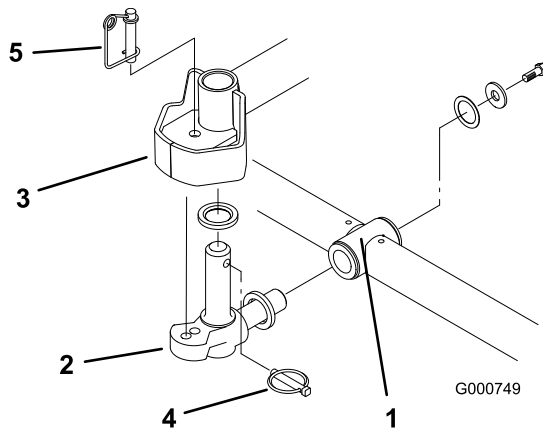

Figure 16
- Insérez une rondelle de butée sur l'axe horizontal du pivot comme montré à la Figure 16.
- Insérez l'axe horizontal du pivot dans le tube de montage du bâti porteur (Figure 16).
- Fixez le pivot au bâti porteur avec une rondelle de butée, une rondelle plate et une vis à embase (Figure 16).
- Insérez une rondelle de butée sur l'axe vertical du pivot (Figure 16).
- S'il a été déposé, insérez l'axe vertical du pivot dans le moyeu de pivot du bras de levage (Figure 16). Guidez le pivot en position, entre les deux amortisseurs de centrage en caoutchouc, dans le dessous de la plaque de direction du bras de levage.
- Insérez la goupille à anneau dans le trou transversal de l'axe de pivot (Figure 16).
Remarque: Si la position d'unité de coupe fixe est requise, insérez la goupille de blocage de direction dans le trou de fixation du pivot (Figure 16).
14. Accrochez le ressort autour du bas de la goupille de blocage de direction (Figure 16).